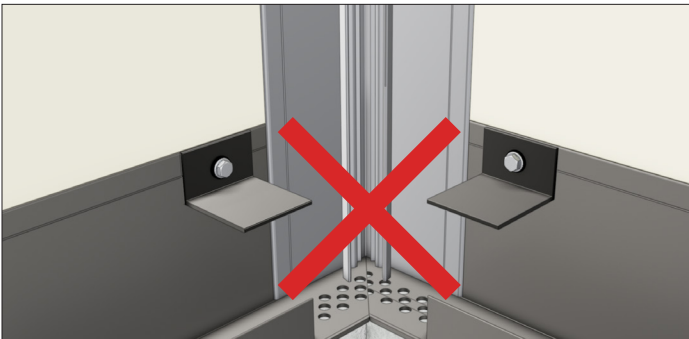

Figure 17.2
7. Ne superposez pas les profilés. (Figure 17.2)